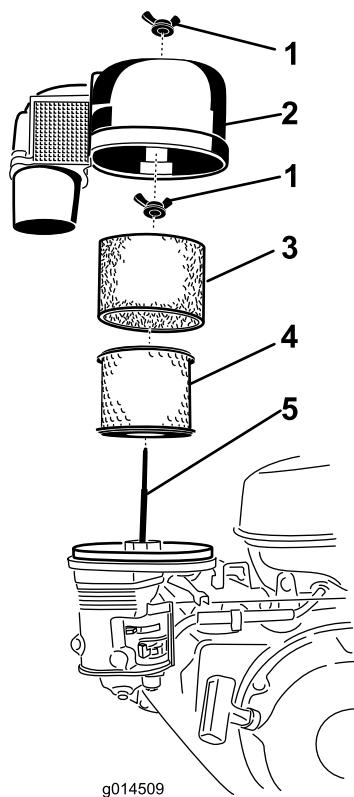

Figura 15
3. Retire la tuerca de orejeta, y retire la tapa del limpiador de aire con la cubierta del filtro de aire (Figura 15).
4. Retire el elemento de espuma \(Figura 15\).
5. Retire la tuerca de orejeta de la parte superior del elemento de papel y retire el elemento de papel \(Figura 15\).
1. Limpie el elemento de papel golpeándolo suavemente para eliminar el polvo. Si el elemento de papel está muy sucio, cámbielo (Figura 15).